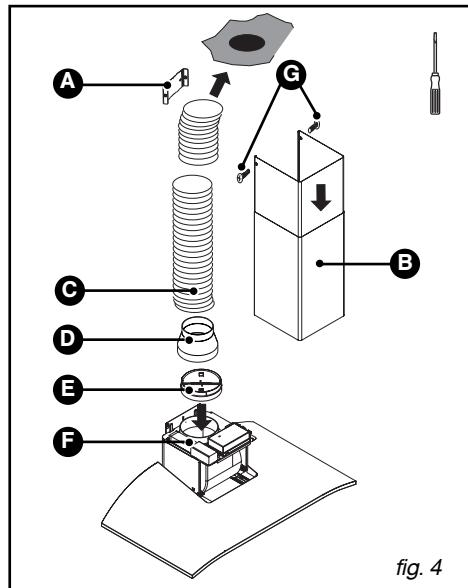

fig. 4
- Encaixe a extremidade do tubo na saída do motor (fig.4).
- Prepare a chaminé telescópica, tendo o cuidado de dissimular os orifícios (fig.4). Encaixe ao máximo as chaminés uma dentro da outra.
- Fixe a parte superior da chaminé (B/fig.4) ao suporte metálico da mesma (A/fig.4), utilizando os dois parafusos (G/fig.4).